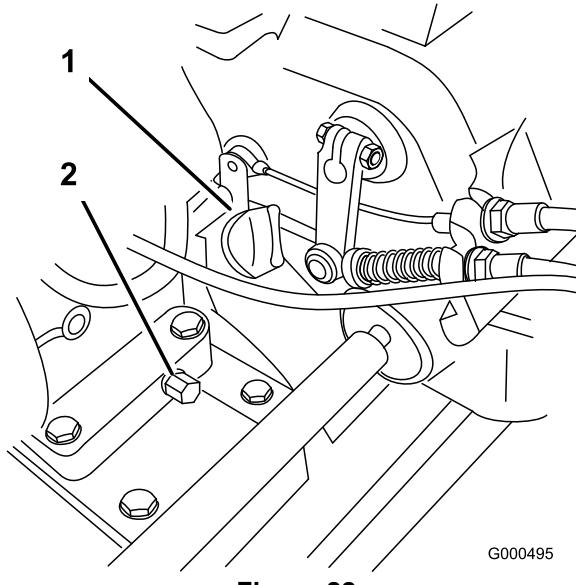

Figura 22
- Coloque el cortacésped con el motor nivelado, y limpie la zona alrededor del indicador del nivel de aceite (Figura 22).
- Coloque un recipiente debajo del tapón de vaciado, en la parte trasera de la máquina (Figura 22). Retire el tapón de vaciado.